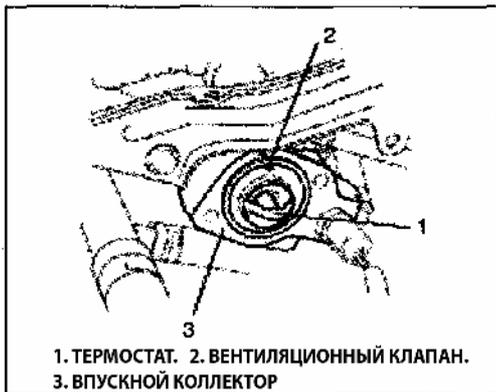

Рис. 284
- 1) При установке термостата, убедитесь в том, что положение вентиляционного клапана соответствует изображенному положению на рисунке (Рис. 284).